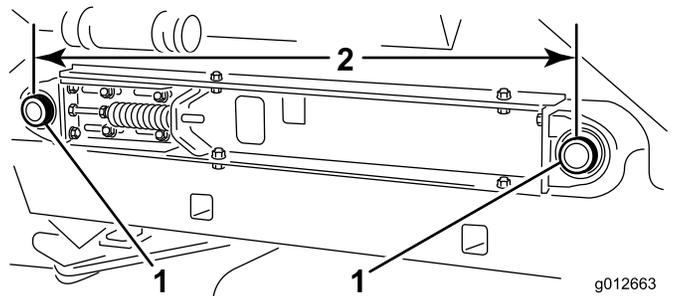

图 26
7. 测量机器两侧输送带滚筒轴中心点之间的距离确保测量值相同 图 26。